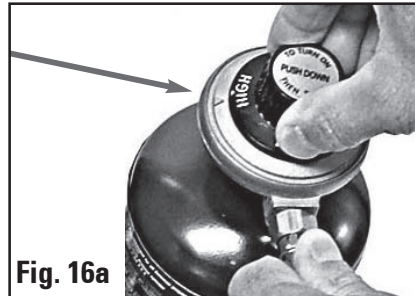

Fig. 16a
- 2) Gire la perilla del regulador en sentido contrario a las agujas del reloj, de la posición OFF/LOCK ("APAGAR/TRABAR") a HIGH ("ALTA"). (FIG 16A)